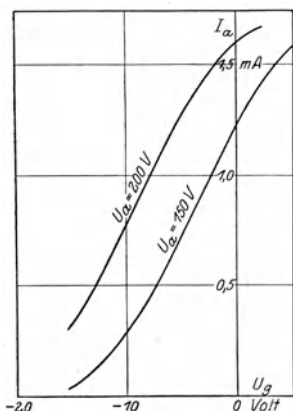

Abb. 43.
**56.** Man wählt für die Zeichnung der Kennlinien (Abb. 43) am besten folgende Maßstäbe: